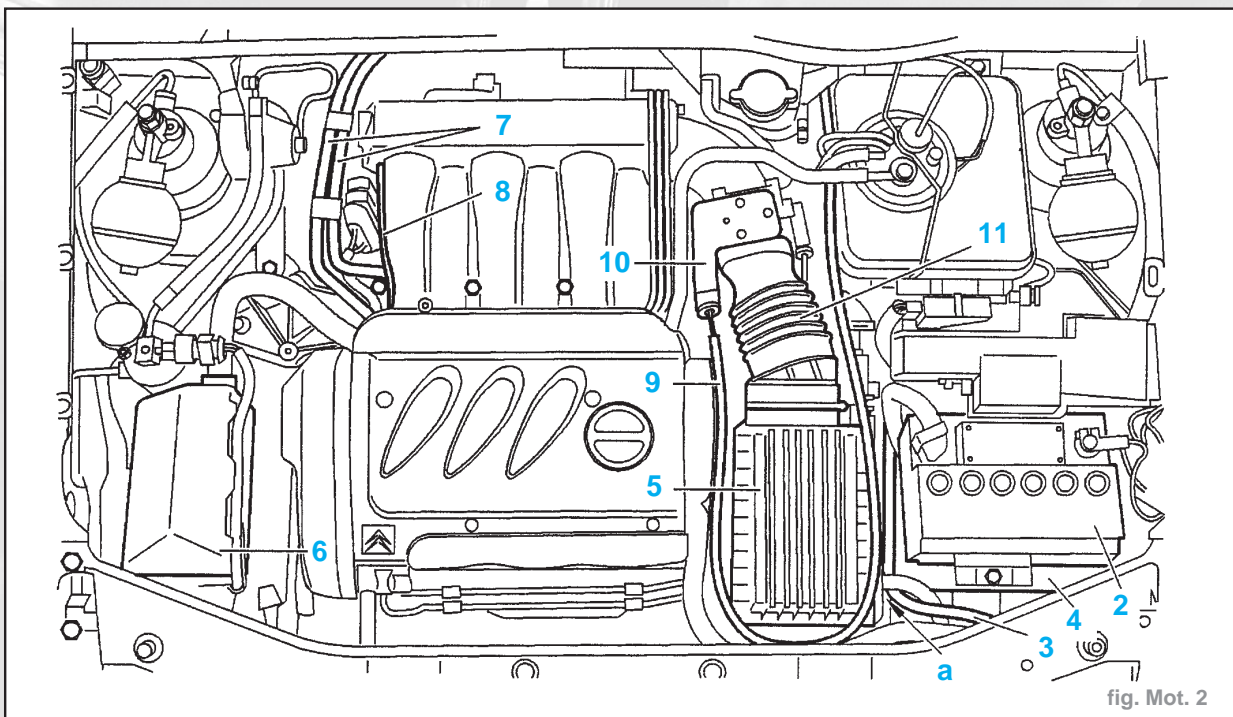
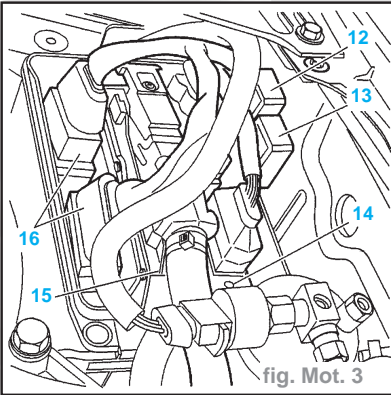

fig. Mot. 2
fig. Mot. 3
- Déposer (fig. Mot. 2) :
- la batterie (2)
- le support de batterie (4)
- l'ensemble filtre à air (5)
- le manchon d'air (11)
- le couvercle du boîtier de calculateur (6)
- le carter de boîtier papillon (10)
- Désaccoupler le câble d'accélérateur (9).
- Raccorder la pompe manuelle à pression-dépression (4530-TG) sur la durite (8).
- Accoupler la durite (8).
- les raccords encliquetables des durits d'arrivée et de retour carburant (7)
- la durite de canister (3) (filtre à charbon actif)
- Déconnecter (fig. Mot. 3) :
- Dégrafer les relais (16).